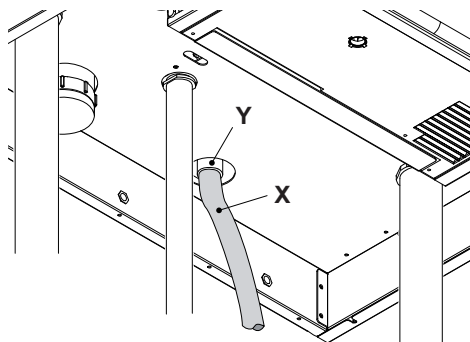
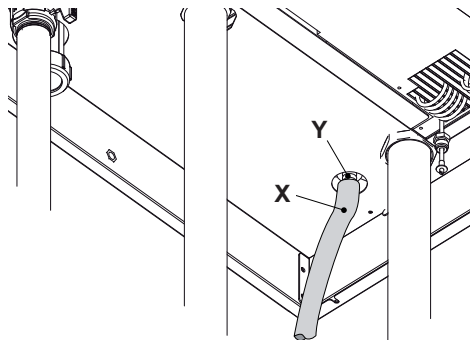

Fig. 9.4
Fig. 9.5
- Conecte una manguera de goma (X) a la llave de vaciado (Y) y ábrala Fig. 9.4 y Fig. 9.5.